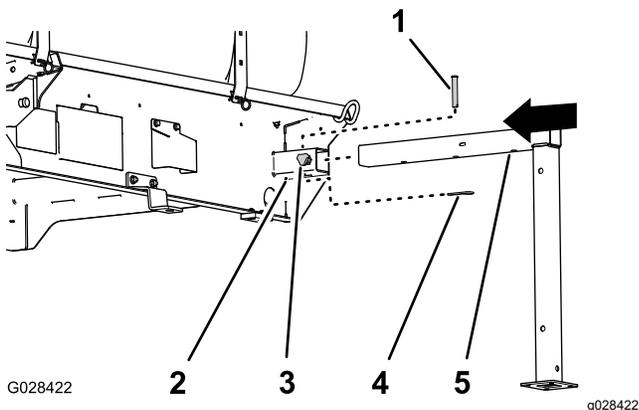

Figure 135
1. Alignez le pied de support avant sur son logement à l'avant de la cuve (Figure 135).
2. Insérez le pied de support dans le logement jusqu'à ce que le trou central du tube horizontal du pied soit en face du trou au sommet du logement (Figure 135).
4. Vissez à la main une molette de blocage dans le logement (Figure 135).